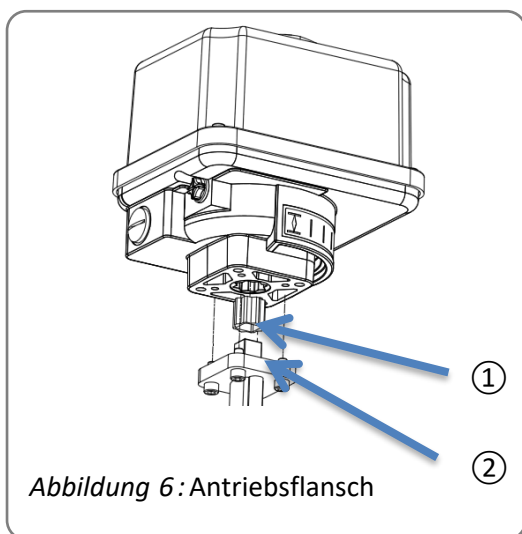

Abbildung 6: Antriebsflansch
- Schutzkappe (Abb. 6; Pos. 2) der Einstellschraube entfernen.